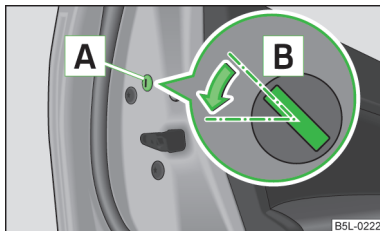

Fig. 12
- Smontare la mascherina **A** » fig. 12.